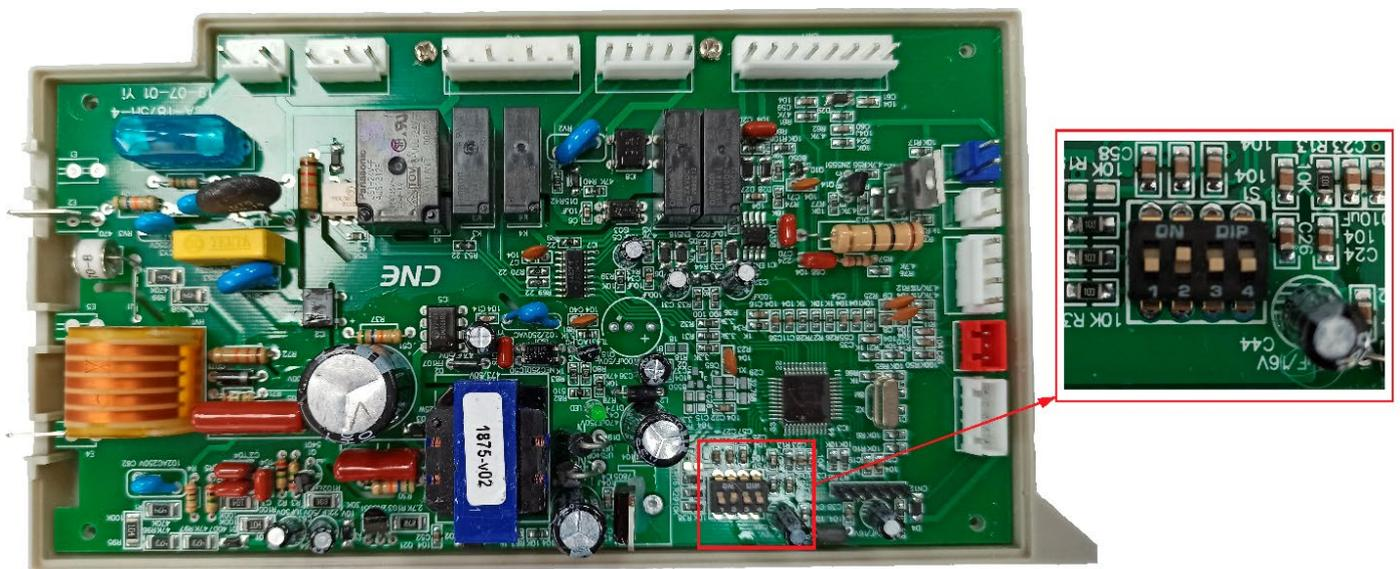

Рис. 7 Плата электронная и колодка переключателей
- 10) изменить на колодке S1 платы электронной значение переключателя 4 (см. рис.7 и п. 13.5, стр. 26):